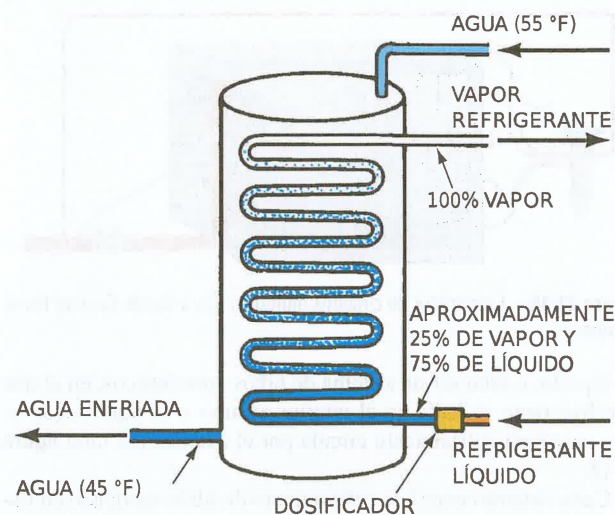

Figura 21-10 Relación de intercambio de calor entre un líquido en un intercambiador de calor y el refrigerante dentro del serpentín.
2. El **medio** con el cual se intercambia el calor. Un ejemplo sería cuando se pasa calor del aire al refrigerante. Los mejores intercambios de calor son los que tienen lugar entre dos líquidos como del agua a un refrigerante líquido. Esto se debe a que los líquidos son más densos que los vapores y usualmente tienen un calor específico mayor. Sin embargo, no siempre es muy práctico, porque con frecuencia hay que intercambiar calor entre el aire y vapor refrigerante. El intercambio de vapor a vapor es más lento que el de un líquido a otro, **figura 21-10**.